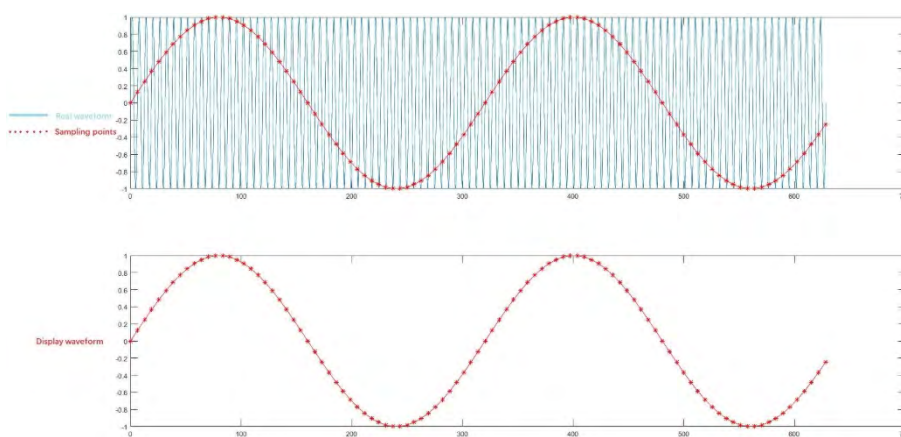

Figure 10-2
- Alias de forme d'onde : La fréquence d'échantillonnage étant deux fois inférieure à la fréquence du signal réel (fréquence de Nyquist), la fréquence de la forme d'onde est inférieure à la fréquence du signal réel lorsque les données d'échantillonnage sont reconstruites, comme le montre la figure 10-2.